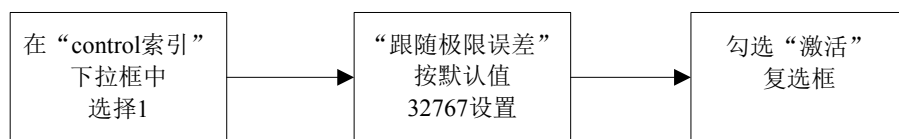

图 4-33 闭环模式下 control 配置流程
- (6) 切换至“control”页，如图 4-33 所示。